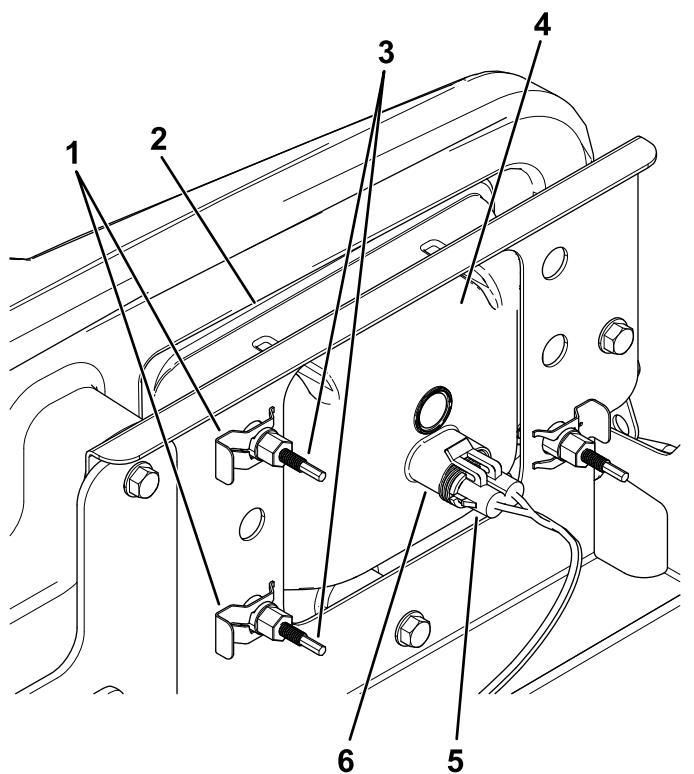

Bild 47
3. Schließen Sie den elektrischen Anschluss für den Kabelbaum vom Lampenanschluss ab (Bild 47).
- Entfernen Sie die Schellen, mit denen der Scheinwerfer an der Scheinwerferhalterung befestigt ist (**Bild 47**).
- Schieben Sie den Scheinwerfer nach vorne durch die Öffnung in der vorderen Stoßstange und entfernen Sie ihn (**Bild 47**).
- Setzen Sie den neuen Scheinwerfer durch die Öffnung in der Stoßstange ein (**Bild 47**).
- Schließen Sie den elektrischen Anschluss für den Kabelbaum am Lampenanschluss an (**Bild 47**).
- Drehen Sie die Einstellschrauben an der Rückseite des Scheinwerfers (**Bild 47**), um den Scheinwerfer zu drehen und den Scheinwerferstrahl einzustellen.